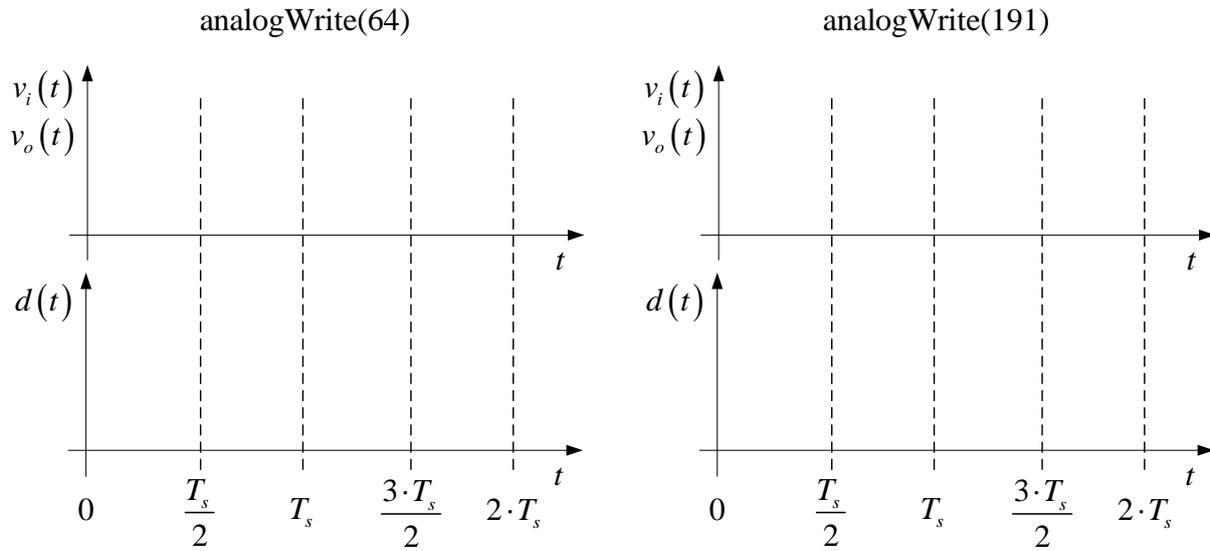

Figura 2 – Principais formas de onda do conversor cc-cc simples.
**Questão 1)** Esboce as formas de onda observadas no osciloscópio na figura 2.